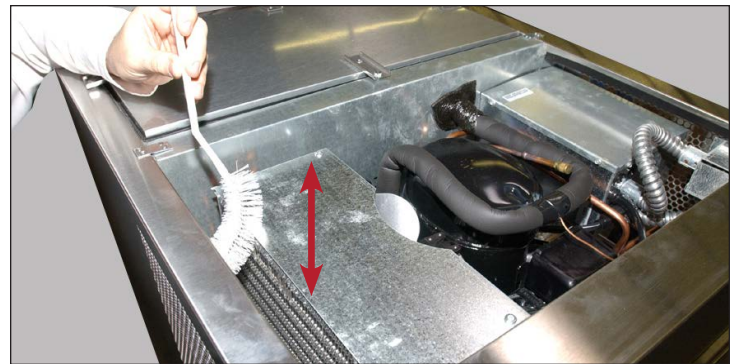

Fig. 2. De haber acceso, limpie el serpentín del condensador. No pase nunca el cepillo por las aletas del serpentín.
3. De haber acceso, limpie cuidadosamente la suciedad acumulada en las aletas frontales del serpentín del condensador con un cepillo de cerdas duras. Consulte la fig. 2. Si no puede acceder o limpiar completamente el serpentín del condensador, entonces retire el protector para lluvia. Consulte las figs. 3 y 4.